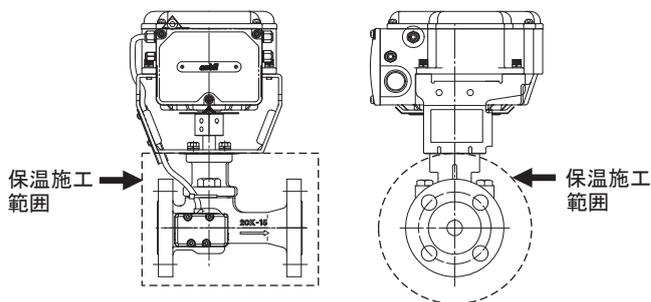

図8 保温施工
- 保温施工は、『図8』の [] の範囲内で処理してください。